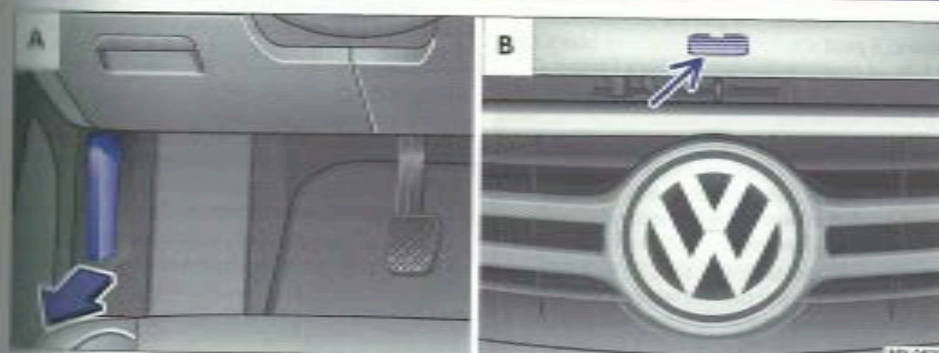

Fig. 180 Figure A: détail du plancher côté conducteur ; figure B: détail de la grille de calandre.
2. La porte du conducteur étant ouverte, tirez le levier de déverrouillage $\Rightarrow$ fig. 180 A dans le sens de la flèche. Le capot-moteur est éjecté du dispositif de verrouillage du porte-serrure sous l'action d'un ressort $\Rightarrow$ A.
3. Soulevez le capot-moteur par le levier d'ouverture $\Rightarrow$ fig. 180 B (flèche) et maintenez-le dans cette position.